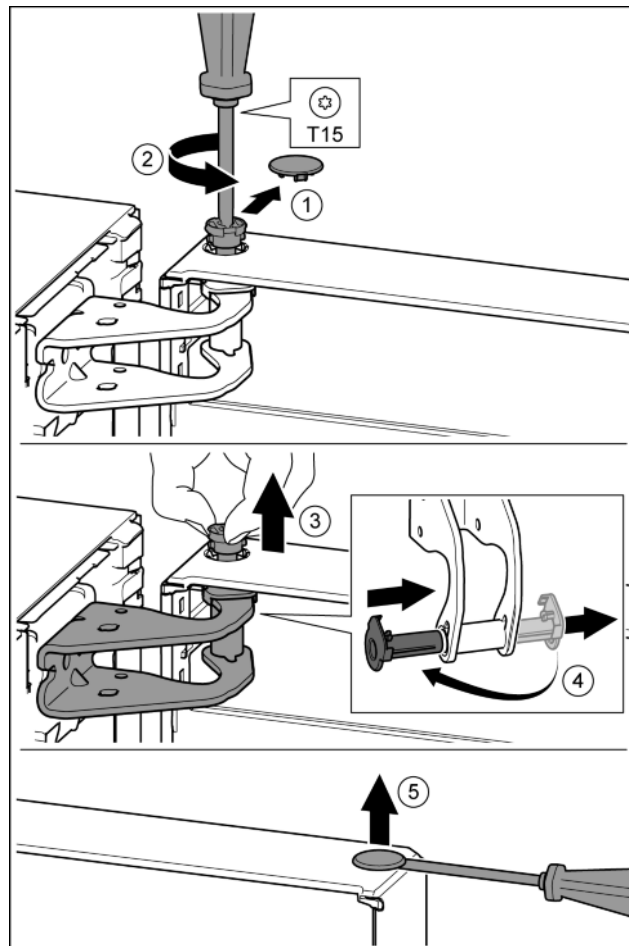

Fig. 8
- Veiligheidsafdekking voorzichtig eraf trekken. *Fig. 8 (1)*
- Bout met schroevendraaier T15 een stukje eruit draaien. *Fig. 8 (2)*
- De deur vasthouden en de bout met de vingers eruit trekken. *Fig. 8 (3)*
- Lagerbussen uit de geleiding trekken. Op de andere kant aanbrengen en vastklikken. *Fig. 8 (4)*
- Stop voorzichtig met een sleufschroevendraaier uit de lagerbus van de deur optillen en eruit trekken. *Fig. 8 (5)*